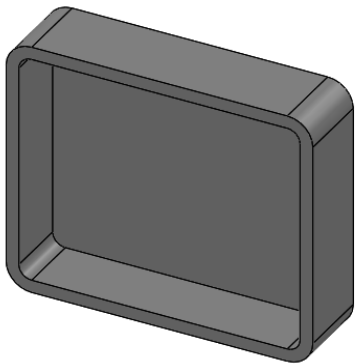

图 5-103 零件实体模型
- [1] 打开初始文件“Z5L16.prt”, 零件实体模型如图 5-103 所示。